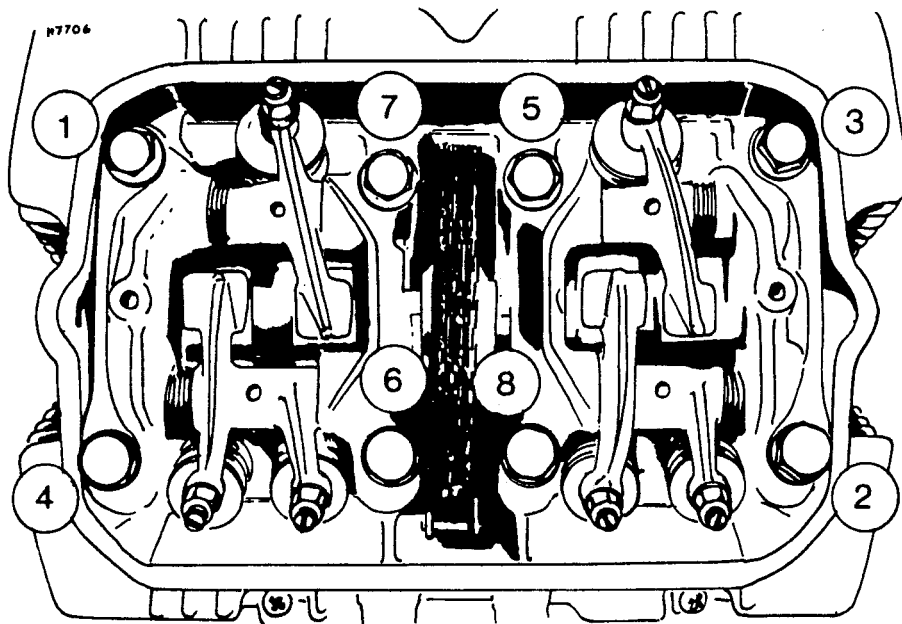

Bild 47
- Die Zylinderkopfschrauben in der in Bild 47 angegebenen Reihenfolge in mehreren gleichmässigen Stufen lockern, damit sich der Zylinderkopf nicht verzieht. Der Zylinderkopf soll nur bei kaltem Motor ausgebaut werden, auch dies zum Vermindern der Verzuggefahr.